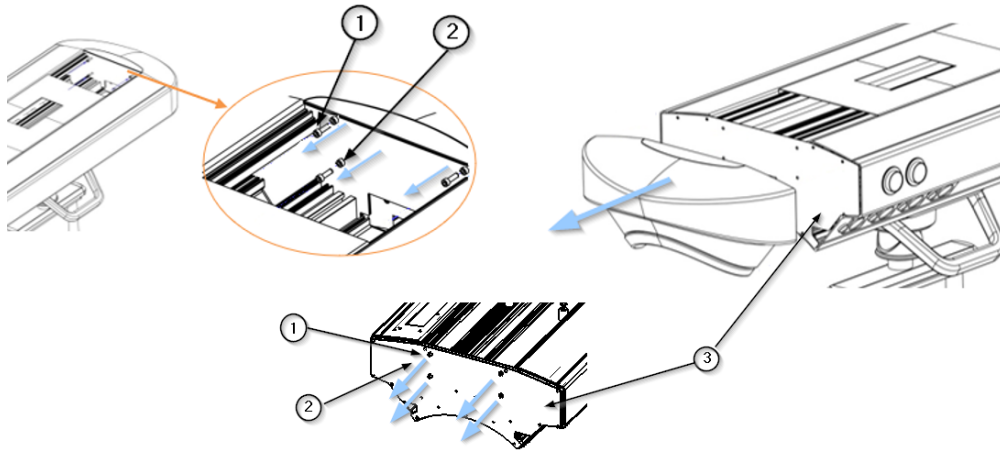

Abb. 9 Demontage/Montage der Seitenwände am Hauptkörper ABITUS
- Entfernen Sie mit Hilfe eines Sechskantschlüssels die 4 Schrauben M6 x 25 (1) und die 4 entsprechenden Unterlegscheiben DIN 9021 (2), wie in Abbildung 9 dargestellt.
- Nun ist die Halterung der Seitenwand (3) sichtbar. Entfernen Sie diese, indem Sie die 4 Schrauben M6 x 25 (1) und die 4 dazugehörigen Unterlegscheiben DIN 9021 (2) mit Hilfe desselben Werkzeugs entfernen, wie in Abbildung 9 dargestellt.
- Setzen Sie zuerst die Halterung der Seitenwand (3) ein und befestigen Sie sie mit 4 Schrauben M6 x 25 (1) und den 4 entsprechenden Unterlegscheiben DIN 9021 (2).
- Setzen Sie anschließend die Stirnwand ein und befestigen Sie sie mit 4 Schrauben M6 x 25 (1) und den 4 entsprechenden Unterlegscheiben DIN 9021 (2).